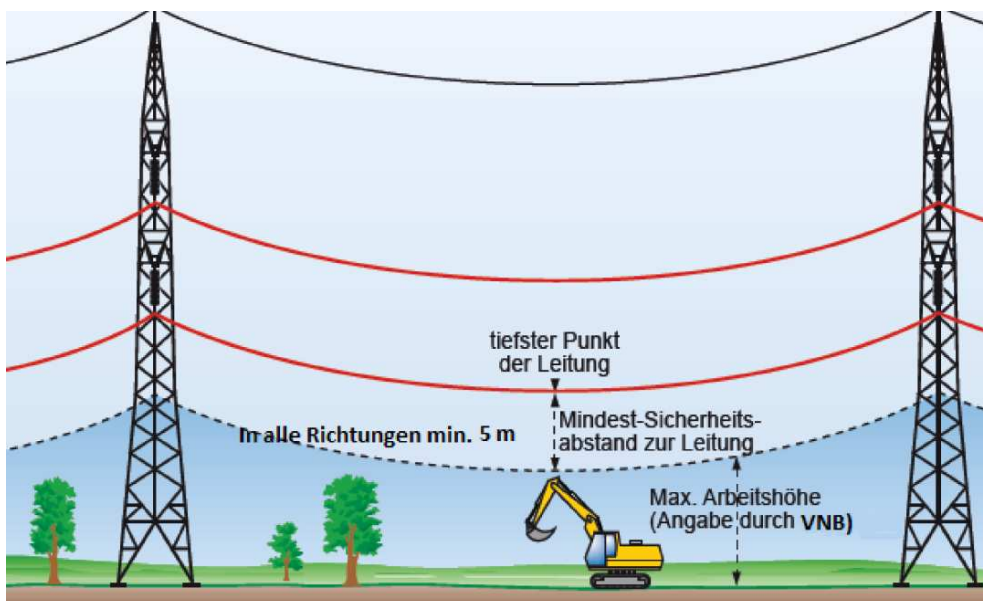

Abb. 6 © EW Medien und Kongresse GmbH, Frankfurt am Main
- über 110.000 Volt Schutzabstand = 5 m nach allen Seiten (siehe Abb. 6),